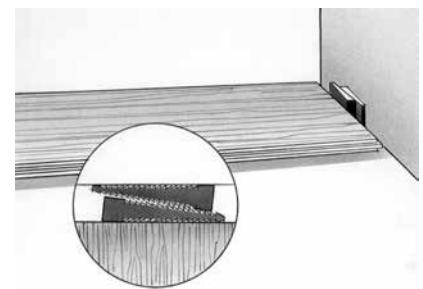

Fig. 4
5. Deux cales peuvent être combinées pour s'adapter aux murs irréguliers (Fig. 4).